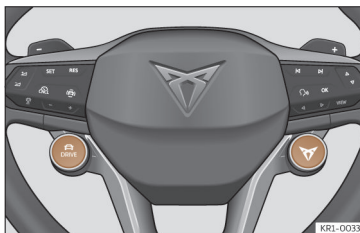

Abb. 108 Multifunktionslenkrad: Tasten DRIVE und CUPRA, um das Fahrprofil auszuwählen und zu wechseln.
- **ODER:** Drücken Sie die Taste ^{DRIVE} am Multifunktionslenkrad >>> (**Abb. 108**), um das Fahrprofil **Cupra** zu aktivieren.
- **ODER:** Drücken Sie mehrmals die Taste ^{DRIVE} am Multifunktionslenkrad >>> (**Abb. 108**), um zwischen den Fahrprofilen zu wechseln.